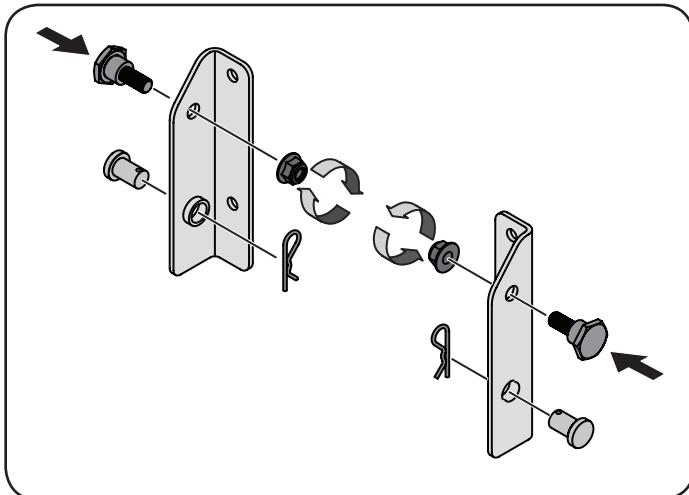

Figura 4
1. Si no viene instalado de fábrica, instale un perno con reborde del paquete de elementos de ferretería en cada ménsula, asegurándolas con tuercas de seguridad con brida también incluidas en el paquete de elementos de ferretería. Consulte la Figura 4.
2. Si ya está instalado en las ménsulas, retire los sujetadores y pasadores de horquilla y reténgalos para las instrucciones más adelante. Consulte la Figura 4.